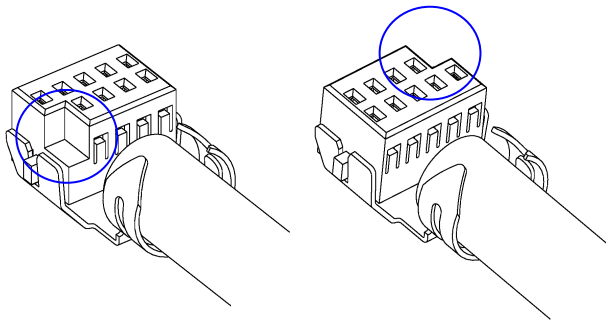

Fig. 9-1
9) 完成品のケーブルの取り出し方向により、リセ・ハウジングの向きを確認してください。Fig.9-1
9) Verifying Receptacle HSG's orientation by finished product cable direction. Fig.9-1